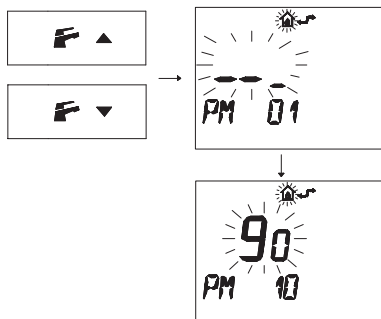

Figura 5.33
- Premere i pulsanti  o  per visualizzare la programmazione "PM10" selezione della frequenza di accensione (Figura 5.33).
Nella Figura 5.33 si visualizza un SET programmato di **90** corrispondente ad un tempo di riaccensione di 3 minuti circa.